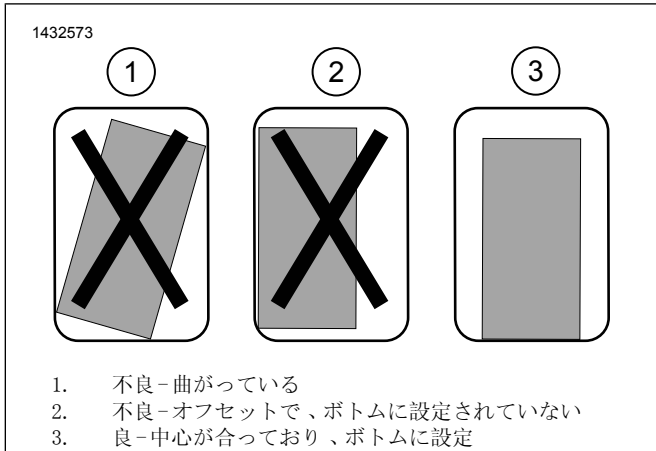

図11。マウントブラケットの取り付け
- a. 図11 マウントブラケットアセンブリーの適合テスト。ブラケットは、真っ直ぐ、中央に、そして可能な限りサドルバッグの底部に近づける必要があります。
- c. 図11ブラケットが、真っ直ぐ、中央に、そして可能な限りサドルバッグの底部に近づいていることを確認し、最終位置の適合テストをします。